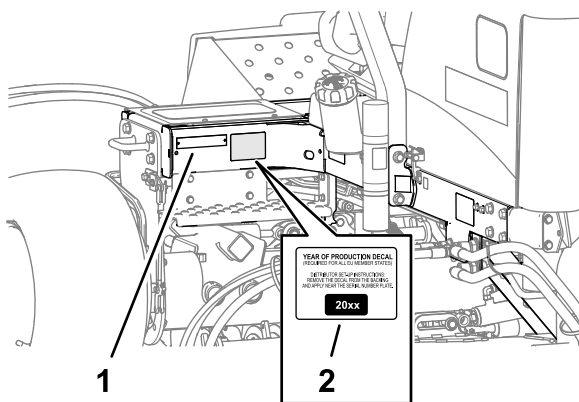

Figure 37
- Utilisez de l'alcool pour nettoyer le cadre gauche près de la plaque du numéro de modèle/série, et laissez sécher le cadre (Figure 37).
2. Retirez la pellicule protectrice au dos de l'autocollant de l'année de production et apposez-le sur le cadre, près de la plaque du numéro de série, comme montré à la Figure 37.